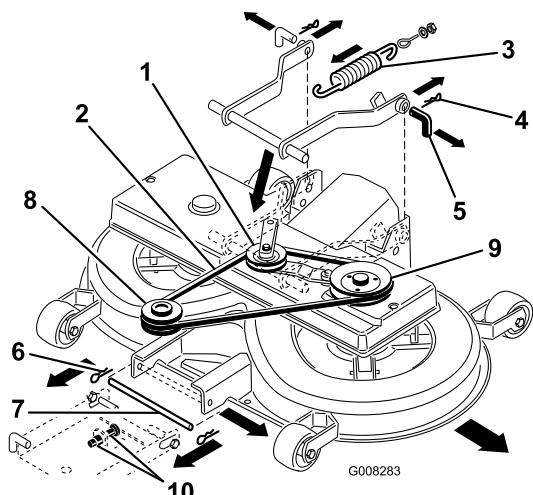

Figure 42
2. Enlevez l'ensemble poulie à courroie trapézoïdale et bras de tension (Figure 42).
8. Tirez l'ensemble bras de tension vers l'intérieur et ôtez la courroie trapézoïdale de la poulie (Figure 42).
9. Décrochez le ressort du levier d'engagement (Figure 42).
11. Retirez les goupilles fendues des 2 goupilles arrière et enlevez ces dernières (Figure 42).
12. Retirez la goupille fendue de la goupille avant et enlevez cette dernière (Figure 42).
13. Enlevez la courroie trapézoïdale de la poulie du moteur (Figure 42).
7. Placez la goupille inférieure de la suspension de réglage avant dans la position inférieure des fentes, en réglant les 2 écrous (M12) sur la suspension avant (Figure 42).